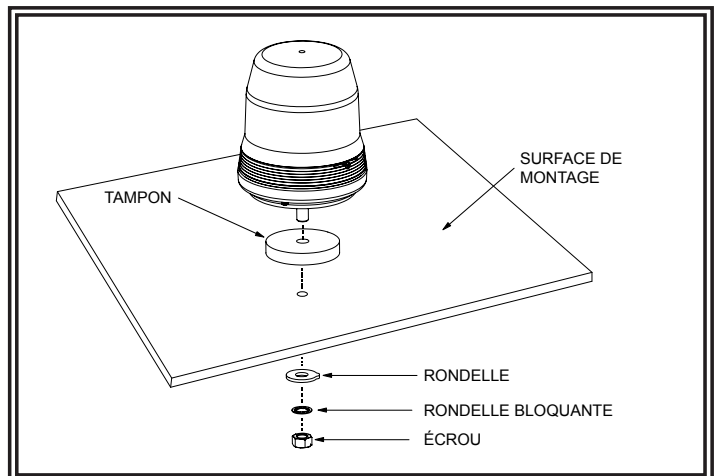

FIGURE 3
6. Montez le gyrophare en utilisant le trou percé à l'étape 4. Fixez en place en utilisant le matériel retiré auparavant. Comme indiqué sur la FIGURE 3.